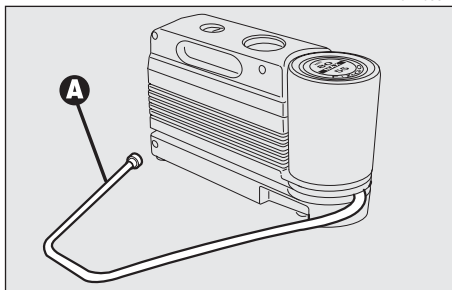
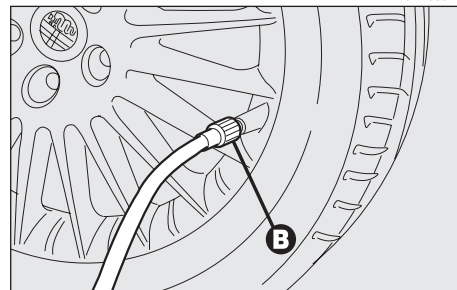

fig. 13
fig. 14
– svitare il cappuccio dalla valvola del pneumatico, estrarre il tubo flessibile di riempimento **A-fig. 13** ed avvitare la ghiera **B-fig. 14** sulla valvola del pneumatico;